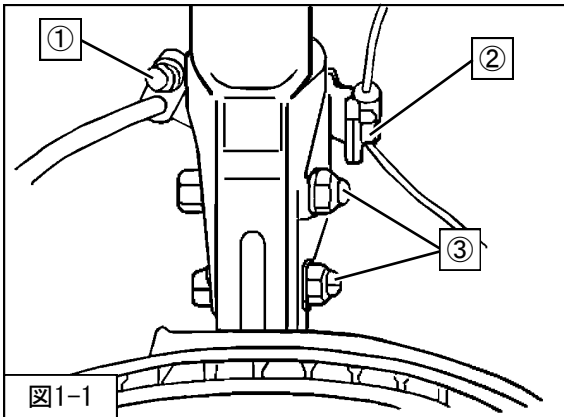

図1-1
2. ①ブレーキホース取付ボルト
②ABSセンサハーネス取付ボルト
③フロントサスペンションASSYロア取付ボルト・ナットを取外してください。（図1-1）